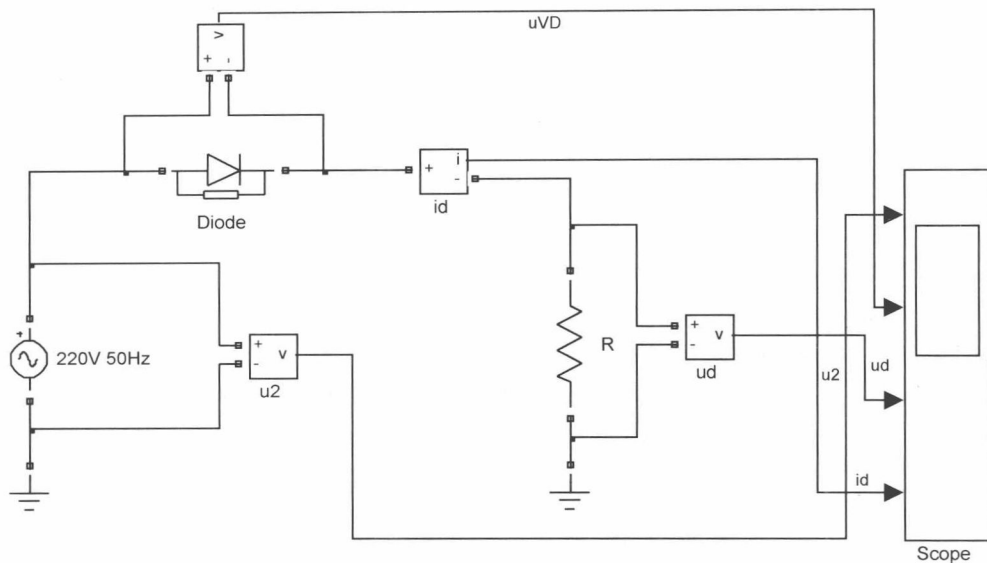

图 1-2 功率二极管测试电路仿真模型
1. 建立如图 1-2 所示的功率二极管测试电路仿真模型图，模型中需要的模块及其提取路径如表 1-1 所列。